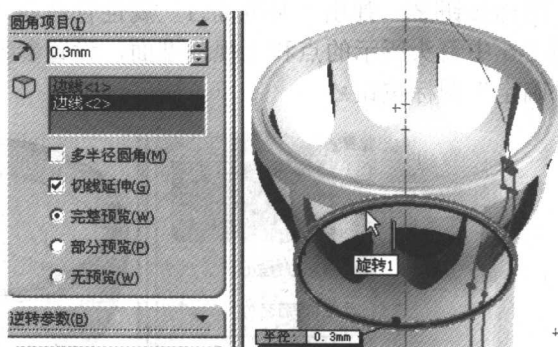

图 1-10 “圆角 1”属性管理器
① 本书中的“镜像”即为软件中的“镜向”。
(8) 圆角 1。在特征工具栏中单击“圆角”图标按钮，弹出“圆角 1”属性管理器，在“圆角类型”栏中选择“等半径”，在管理器中输入半径为 0.3mm，在绘图区选择“旋转 1”的两条边线，如图 1-10 所示，单击“确定”图标按钮.